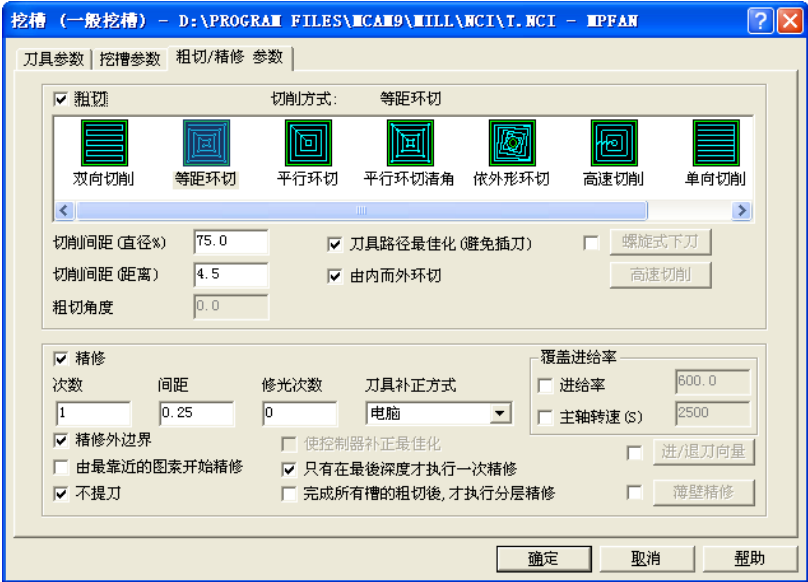
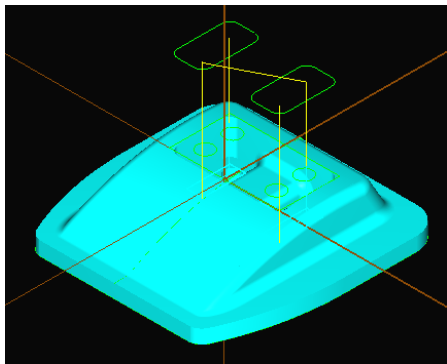

图 7-26 步骤 6) 粗切/精修参数
图 7-27 步骤 6) 刀具路径
6) 设定新的作图深度 Z30, 分别以 X-14 Y11 和 X14 Y11 为中心做矩形 12×22, 在“矩形选项”对话框,“角落导圆角”勾选“开”, 设定圆角半径: 3, 返回到“刀具路径操作管理”对话框, 单击鼠标右键, 选择“挖槽”, 继续选择 $\phi 6$  平刀, 加工图形选择刚才的矩形。在“刀具参数”选项卡, 输入进给率: 600、下刀速率: 300、提刀速率: 2000、主轴转速: 2500, 勾选:“喷油”; 在“挖槽参数”选项卡, 参考高度和进给下刀位置等均同步步骤 5), 设定工件表面: -13, 深度: -13, XY 方向预留量: 0, Z 方向预留量: 0; 在“粗切/精修 参数”选项卡, 选择“等距环切”, 切削间距 (直径%): 75.0, 勾选“刀具路径最佳化 (避免插刀)”“由内而外环切”“精修”“精修外边界”“不提刀”“只有在最后深度才执行一次精修”, 其余默认, 如图 7-26 所示, 刀具路径如图 7-27 所示。